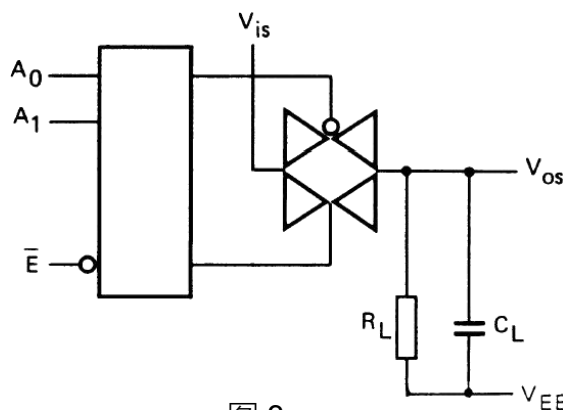

图 3
1.  $R_L=10K\Omega$ 到  $V_{EE}$ ;  $C_L=50pF$  到  $V_{EE}$ ;  $\bar{E} = V_{SS}$ ;  $V_{is}=V_{DD}$  (方波); 如图 3 所示
2.  $R_L=10K\Omega$ ;  $C_L=50pF$  到  $V_{EE}$ ;  $\bar{E} = V_{SS}$ ;  $S_n=V_{DD}$  (方波);  $V_{is}=V_{DD}$ 和  $R_L$  到  $V_{EE}$ 用来测量  $t_{PLH}$ ;  $V_{is}=V_{EE}$ 和  $R_L$ 到  $V_{DD}$ 用来测量  $T_{PHL}$ ;如图 3 所示
3.  $R_L=10K\Omega$ ;  $C_L=50pF$  到  $V_{EE}$ ;  $\bar{E} = V_{DD}$  (方波);  $V_{is}=V_{DD}$ ,  $R_L$  到  $V_{EE}$ ; 测量  $t_{PHZ}$  和  $t_{PZH}$  时;  $V_{is}=V_{EE}$ 和  $R_L$ 到  $V_{DD}$ 用来测量  $t_{PLZ}$  和  $t_{PZL}$ ; 如图 3 所示
6.  $R_L=10K\Omega$ 到  $V_{EE}$ ;  $C_L=15pF$  到  $V_{EE}$ ;  $\bar{E}$  或  $S_n=V_{DD}$  (方波); 干扰是  $|V_{os}|$  (峰值); 如图 3 所示